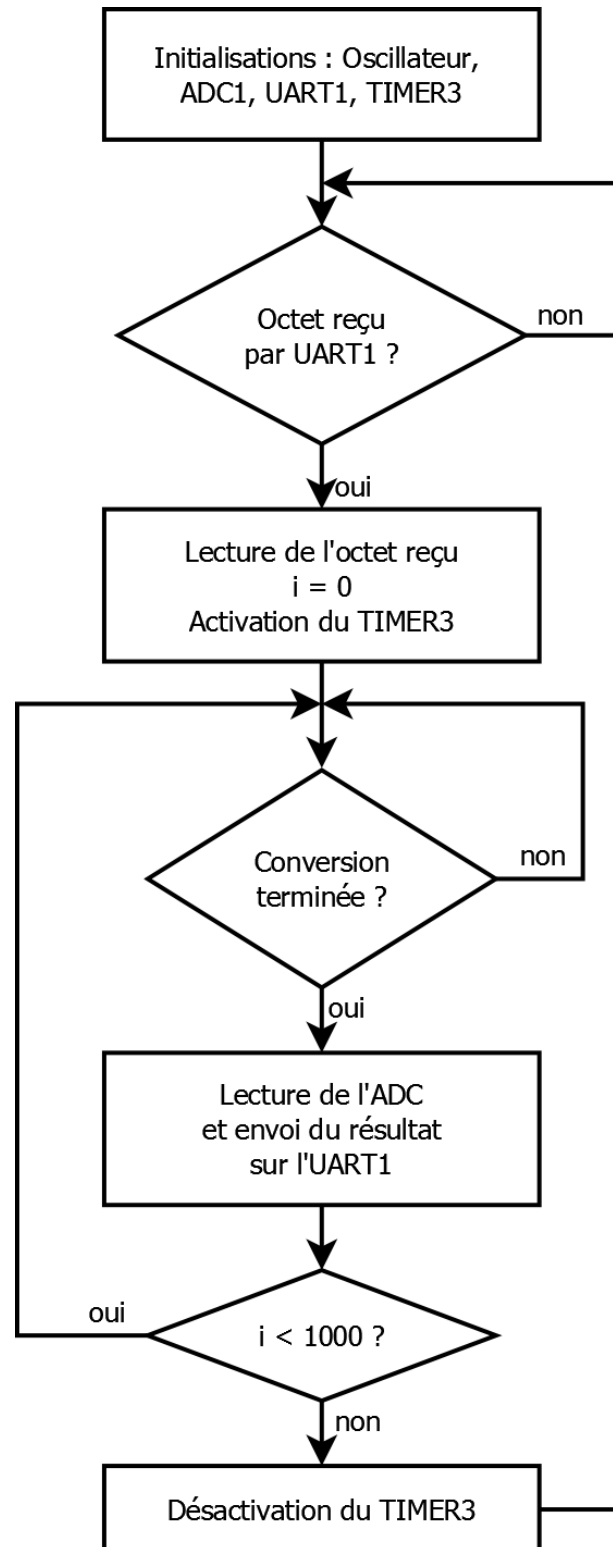

Figure 2 : Algorithme de l'oscilloscope (partie μC)
L'algorithme détaillé est donné par la Figure 2.
- Ensuite, implémentez l'algorithme de la Figure 2 et testez-le avec le script Python *oscilloscope.py*